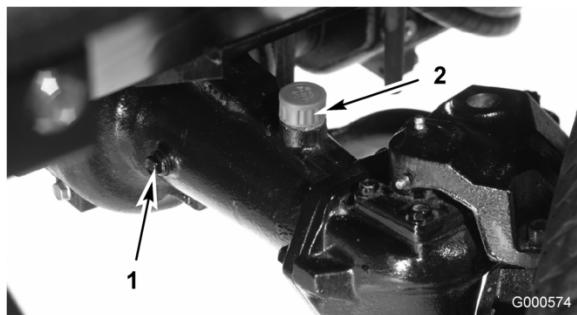

Figure 44
- Enlevez un bouchon de contrôle à une extrémité du pont arrière (Figure 44) et vérifiez que le lubrifiant atteint la base de l'orifice. Si le niveau est bas, enlevez le bouchon de remplissage (Figure 44) et ajoutez suffisamment de lubrifiant pour rectifier le niveau.